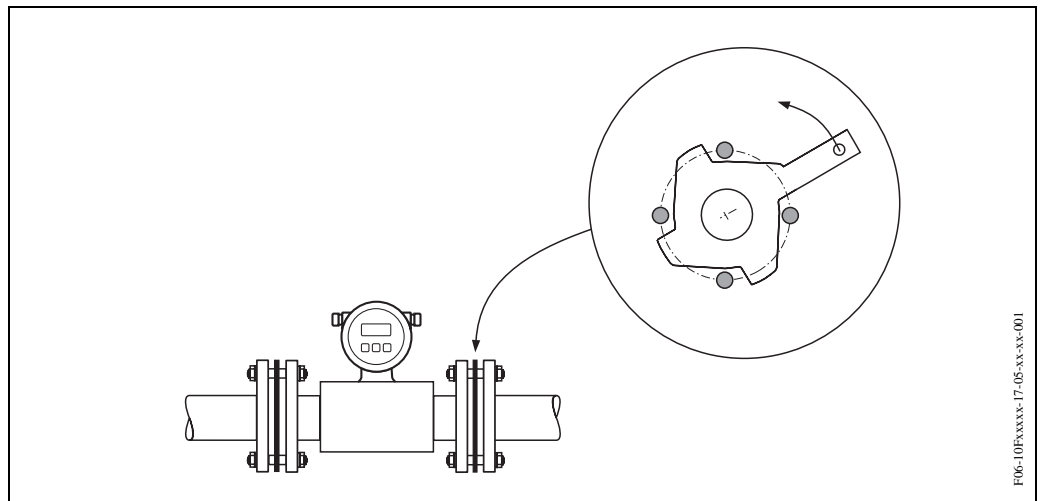

Рис. 17: Установка колец заземления (Promag W, ДУ 25...300)
1. Поместить кольцо заземления и дополнительный уплотнитель(и) между прибором и фланцем трубы (см. Рис. 17).
3. Теперь повернуть кольцо заземления как показано на Рис. 17 пока рукоятка не коснется болтов. Это автоматически установит кольцо заземления по центру.